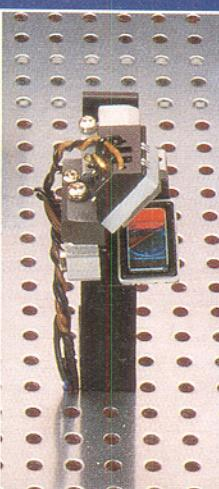
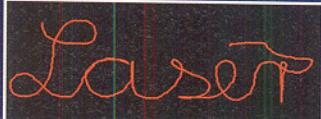

Bild 13:
Bild 14: Figuren erzeugt mit der X-Y-Ablenk-einheit
- Scanner-System (Bild 13, entspricht LA 90 ohne Gehäuse) zur Erzeugung nahezu beliebiger Figuren und Grafiken (Bild 14)